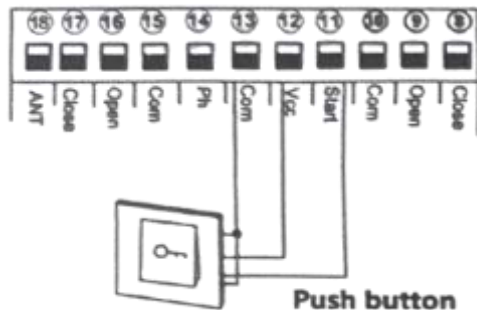

Fig 13
6.6. Conectar al terminal de arranque. Fig 13